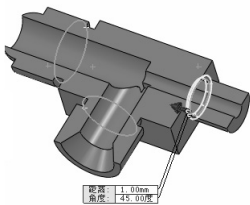

图 7-67 创建倒角特征 3
2) 创建倒角特征。单击“特征”控制面板中的（倒角）按钮，或选择菜单栏中的“插入”→“特征”→“倒角”命令，弹出“倒角”属性管理器。在（距离）文本框中输入“1”，在（角度）文本框中输入“45”，其他选项保持系统默认设置，如图 7-67 所示。选择管接头中需要倒 C1 角的边线，单击（确定）按钮，生成倒角特征。